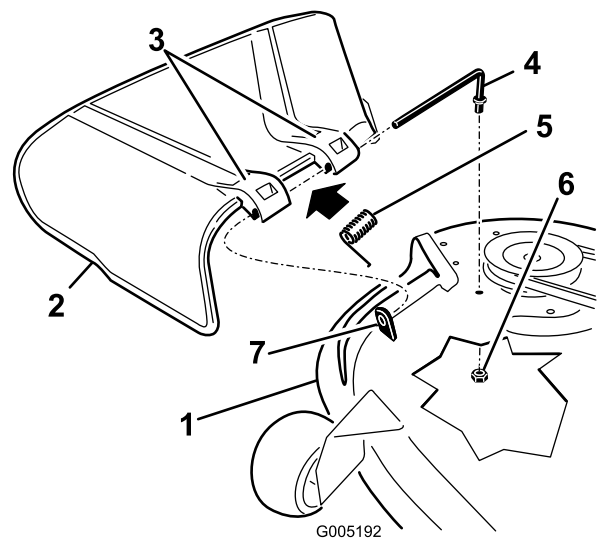

Figure 69
1. Repérez les éléments illustrés à la Figure 69.
2. Retirez l'écrou (3/8 pouce) de la tige, sous le plateau de coupe (Figure 69).
3. Sortez la tige de la courte cheville de positionnement, du ressort et du déflecteur d'herbe (Figure 69). Enlevez le déflecteur s'il est endommagé ou usé.
4. Remettez en place le déflecteur d'herbe (Figure 69).
6. Placez le ressort sur la tige, les fils d'extrémité dirigés vers le bas, entre les supports du déflecteur d'herbe. Insérez la tige dans le deuxième support du déflecteur d'herbe (Figure 69).
7. Insérez la tige à l'avant du déflecteur dans la courte cheville de positionnement sur le plateau. Fixez l'extrémité arrière de la tige dans le plateau de coupe à l'aide d'un écrou (3/8 pouce) (Figure 69).